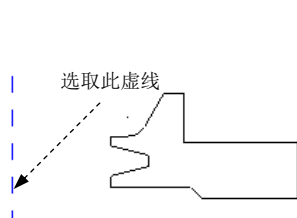
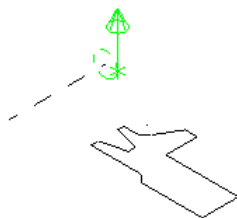

图 7.2.24 定义旋转轴
图 7.2.25 旋转方向
Step4. 定义旋转轴。选取图 7.2.24 所示的虚线为旋转轴，系统会在绘图区显示旋转方向，如图 7.2.25 所示。同时系统弹出 7.2.26 所示的“方向”对话框。单击 ☒ 按钮完成旋转轴的定義，此时系统弹出图 7.2.27 所示的“旋转实体的设置”对话框。